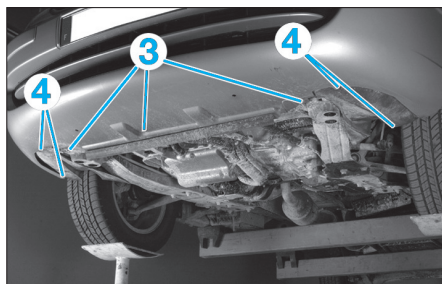

Fig. 17
- Déposer les 3 vis quart de tour (3) et les clips (4) (Fig.17).